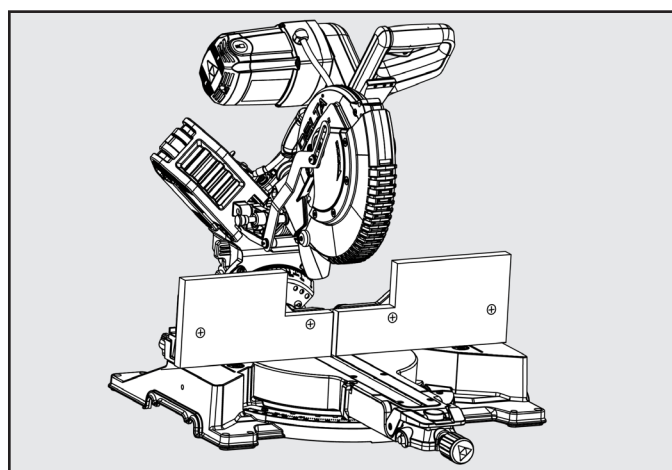

Figura 25
2. Coloque la madera de la guía tope auxiliar contra la guía tope de la sierra ingletadora. Consulte la Figura 25. La altura máxima para esta madera no deberá exceder 5,5". Asegúrese de que la guía tope auxiliar no entre en contacto con el cabezal de la sierra y compruebe que el cabezal de la sierra esté en la posición completamente hacia ABAJO y RETRAÍDO.